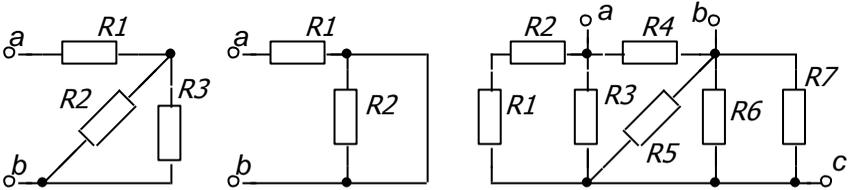

Рис. 1.2
2. Записать выражения для входного сопротивления схем, указанных на рис. 1.2, относительно заданных зажимов.